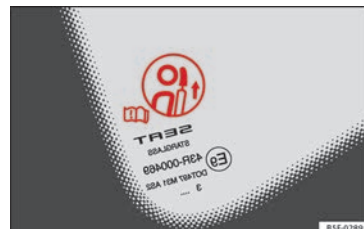

Fig. 59 Etiqueta de advertencia de la posición del apoyacabezas.
- Bajo ningún concepto, los pasajeros de los asientos posteriores viajarán con los apoyacabezas en posición de no uso. Ver etiqueta de advertencia situada en el cristal de la ventanilla lateral posterior fija » fig. 59.